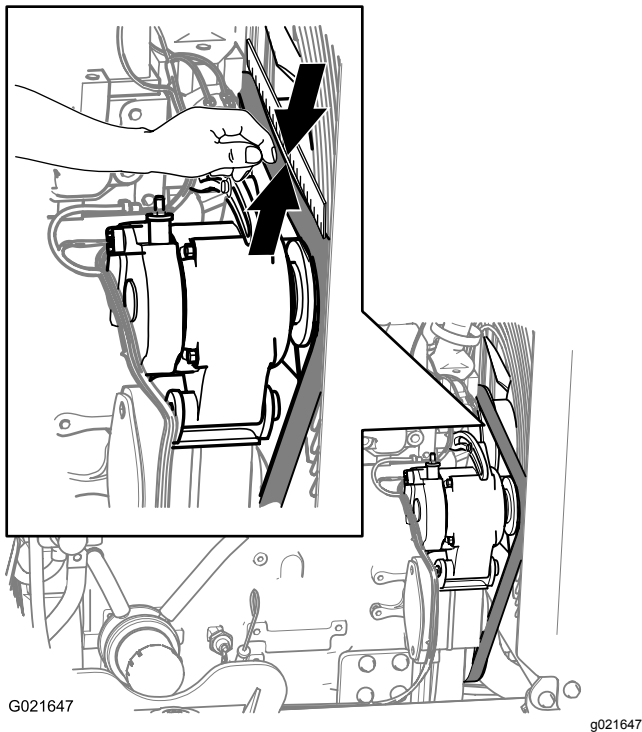

Bild 117
3. Prüfen Sie den Riemen auf Schnitte, Risse, lose Stränge, Fett, Öl, Verdrehungen oder Zeichen ungewöhnlicher Abnutzung (Bild 117).
3. Legen Sie eine gerade Kante über den Treibriemen und über die Riemenscheiben, siehe Bild 117.
4. Drücken Sie in der Mitte zwischen der Lüfterriemenscheibe und der Riemenscheibe der Lichtmaschine auf den Riemen, wie in Bild 117 abgebildet.